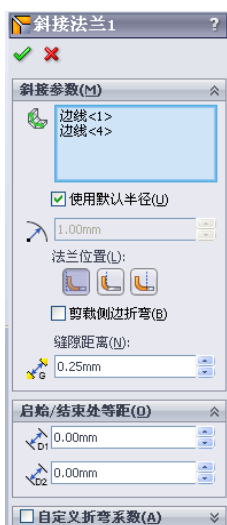
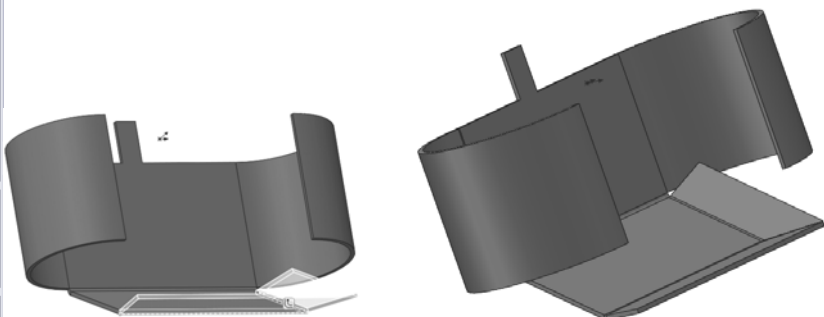

图 10-31 拾取斜接法兰其他边线
图 10-32 生成斜接法兰
(3) 单击鼠标拾取钣金零件的其他边线, 结果如图 10-31 所示, 然后单击 (确定) 按钮, 最后结果如图 10-32 所示。